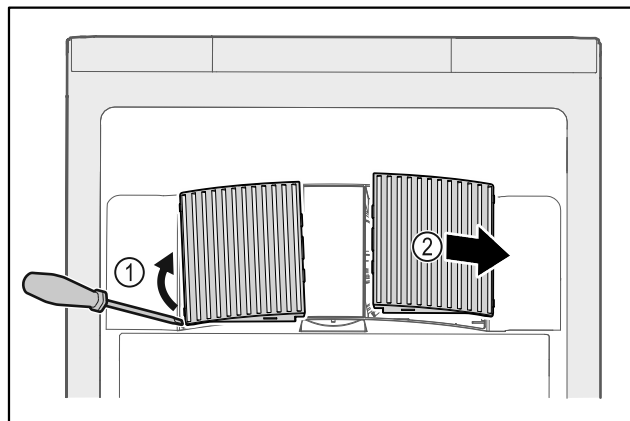

Fig. 172
- ▶ Ventilatorafdekkingen voorzichtig aan de zijkant eruit halen Fig. 172 (1) en naar de voorkant toe verwijderen Fig. 172 (2).